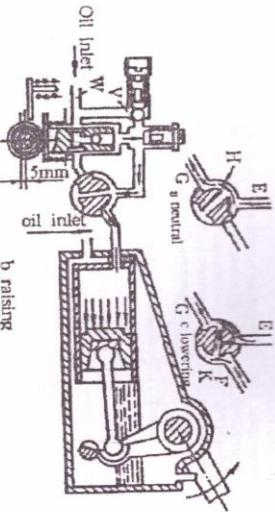

Рис. 3.29. Принцип работы гидравлической системы.
Контрольный клапан имеет 3 положения: спускания, поднимания и нейтральное (рис. 3.29). Для управления потоком масла (E) и обратным потоком (G), золотниковый клапан находится в цилиндре (F), а канал цилиндра (F) застывает. Обратный масляный канал и масляный канал масляного насоса возвращаются в масляный насос (E), соединены. Масло из масляного насоса (G) масляный поток в масляном насосе. Контрольный клапан и золотник находятся в нейтральном положении.